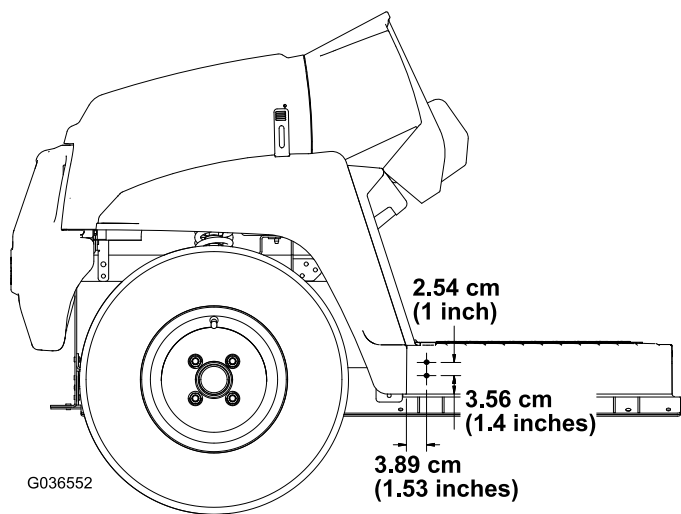

图3
- 使用图3中所示的尺寸，在机器左右侧的底板外侧钻 2 个孔（5/16 英寸）。